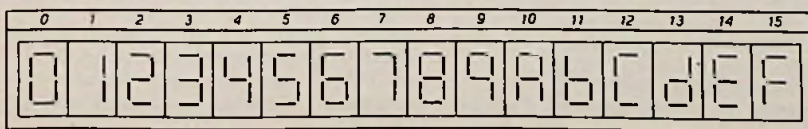

Fig. 3. Hexa-decimale uitleesmogelijkheid.
- een 1 uit 16 decodeer circuit, zodat hexadecimale informatie kan worden verwerkt, fig. 3.